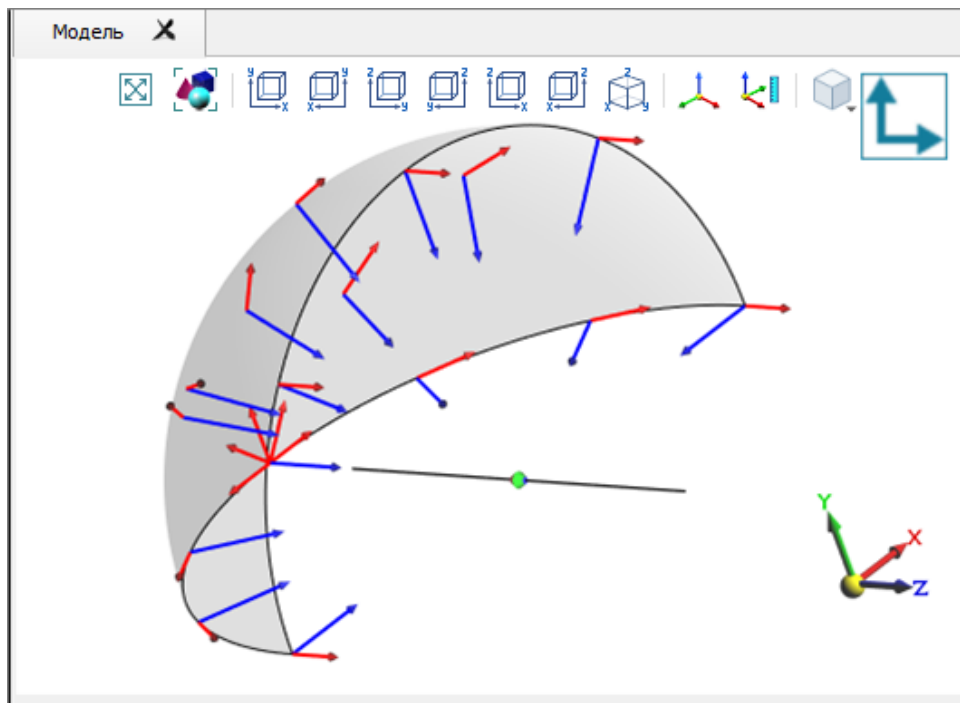

Рис. 83
12.3.9. Промежуточное изображение с заданием нескольких источников волн показано на рис. 83.